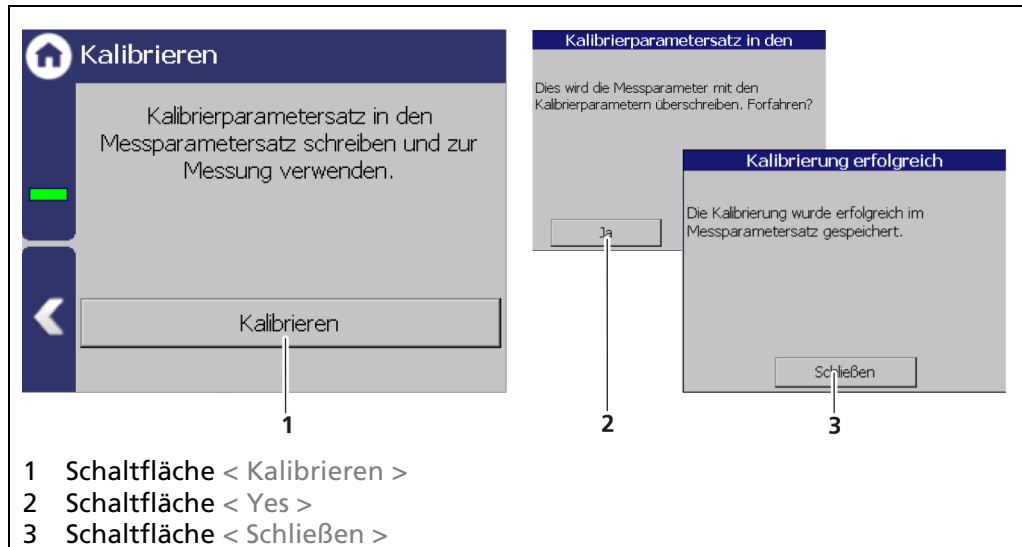

Abb. 83 Kalibrierung
1. Klicken Sie auf die Schaltfläche < Kalibrieren > (Abb. 83, Pos.1).
2. Klicken Sie auf die Schaltfläche < Ja > (Abb. 83, Pos.2) um den Kalibrierparametersatz für die Messung zu verwenden.
3. Klicken Sie auf die Schaltfläche < Schließen > (Abb. 83, Pos.3).